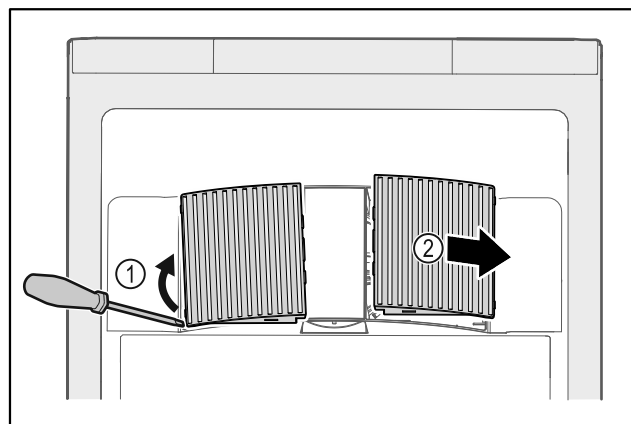

Fig. 141
- ▶ Lirk forsigtigt ventilatorafdækningerne ud fra siden Fig. 141 (1), og tag dem af forfra Fig. 141 (2).